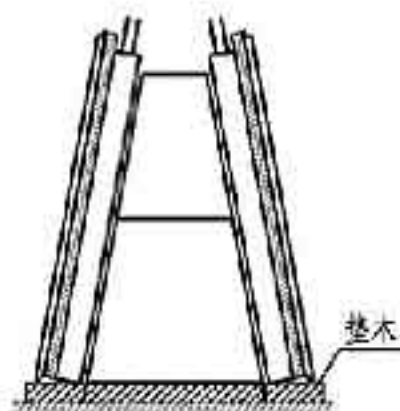
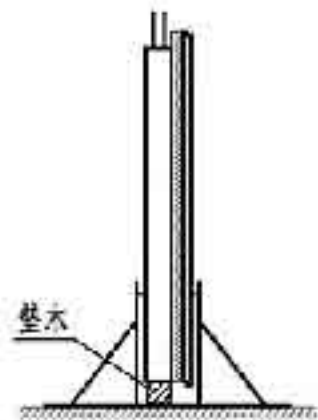
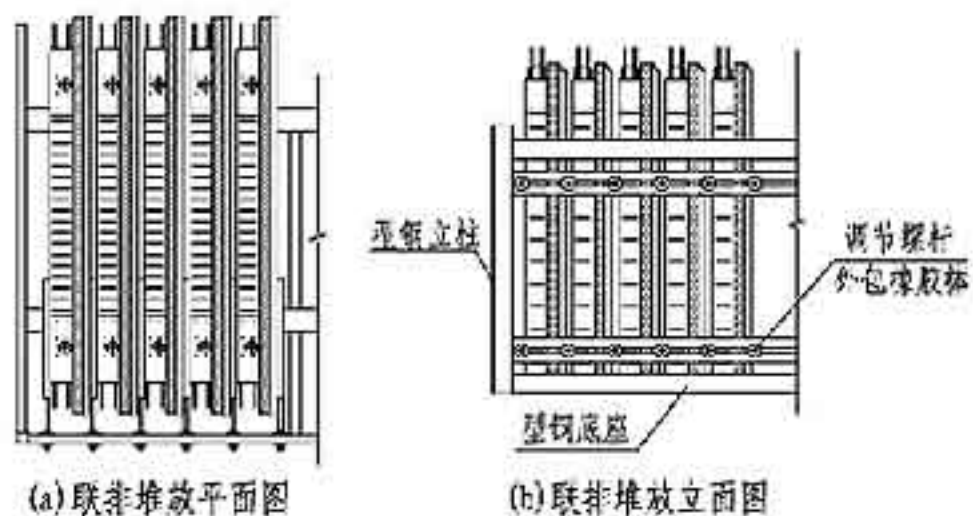

图8 背靠架运输及堆放示意图
图9 插放架直立堆放示意图
图10 联排插放架堆放示意图
8.8 生产单位应制定预制构件的运输与堆放方案, 运输构件时应采取防止构件损坏的措施, 防止构件移动、倾倒变形等, 可采用背靠架堆放或运输(如图8所示)、插放架直立堆放(如图9所示), 也可采用联排插放架堆放(如图10所示), 如有可靠经验也可采用其他堆放方式。